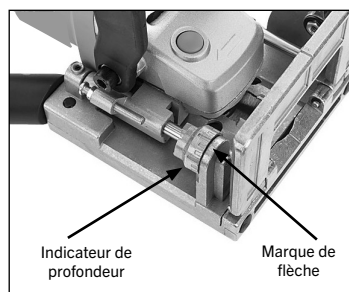

Figure 10. Indicateur de profondeur aligné avec la marque fléchée
1. Tournez l'indicateur de profondeur (voir figure 10) jusqu'à ce que le marquage de profondeur désiré sur l'indicateur s'aligne avec la marque fléchée.